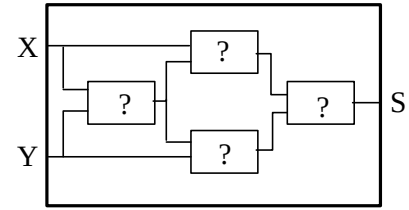

Figure 1
- Donner l'équation simplifiée de S (cf. figure 1 ci-contre) dans le cas où les fonctions sont des portes **NAND**.